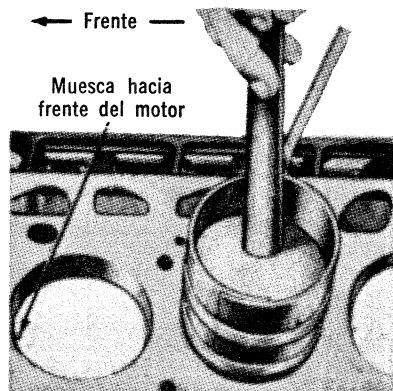

Fig. 37 — Instalación de Embolos. Típico
3. Coloque un compresor de anillos en el émbolo y empuje el émbolo hacia dentro con el mango de un martillo hasta que quede ligeramente debajo de la superficie del bloque (Fig. 37). Cer-